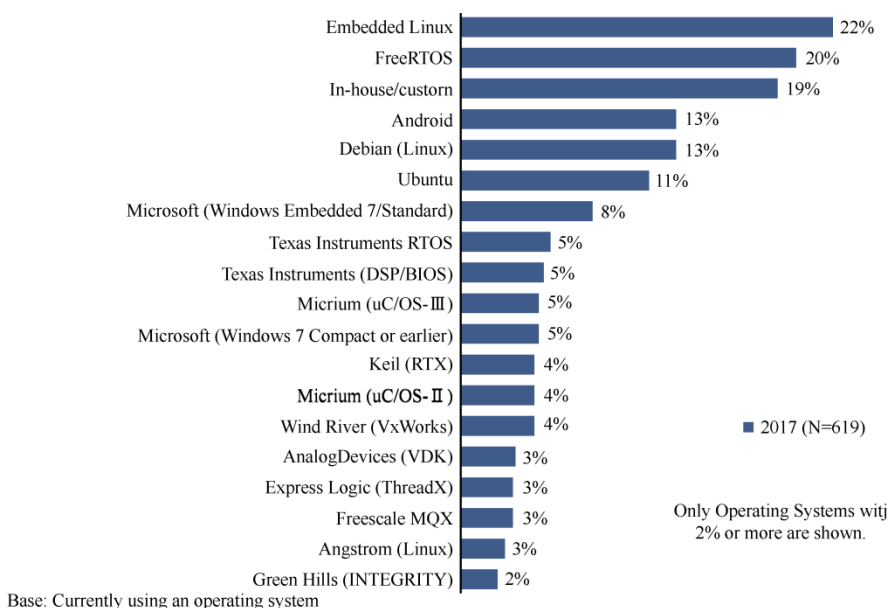

图 3-1 2017 年各种操作系统的使用数量统计
- 市场使用率高。从 2011 年开始，FreeRTOS 市场使用率持续高速增长，根据 EETimes 杂志市场报告显示，FreeRTOS 使用率名列前茅，如图 3-1 所示，2017 年 FreeRTOS 市场占有率为 20%，排名第二。